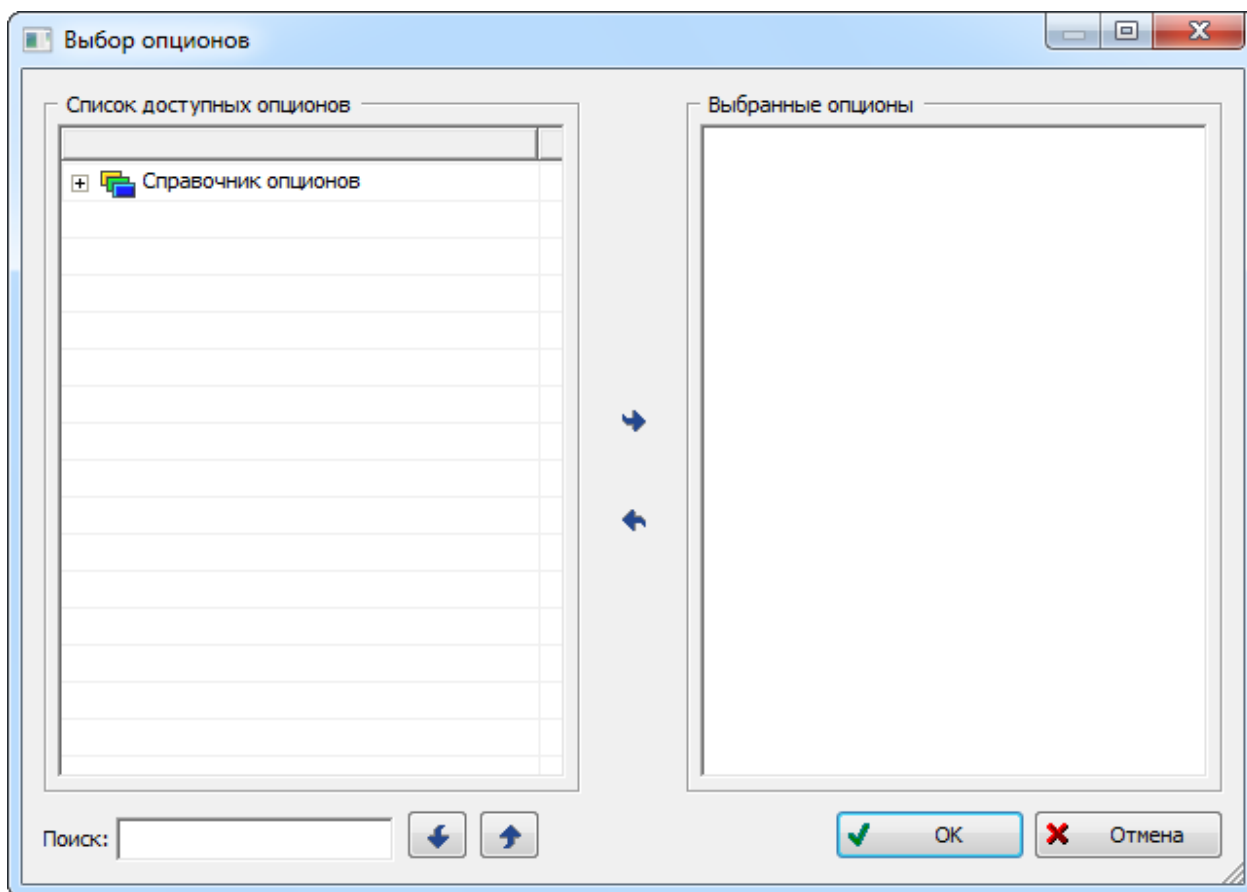

Рис. 13-45 – Окно «Выбор опционов»
1) Выделить название базиса и нажать кнопку «Выбрать» панели «Опционы» на вкладке «Редактирование». После этого появится окно «Выбор опционов», содержащее справочник опционов (рис. 13-45).